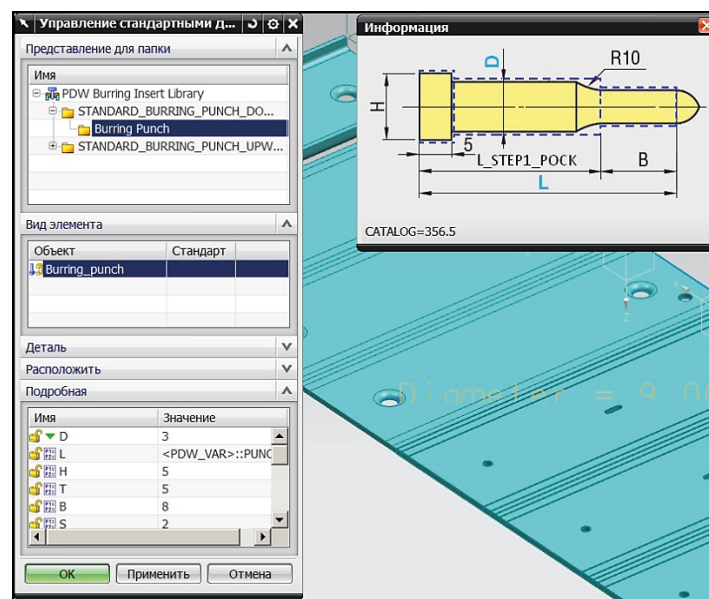

Рис. 10.18. Выбор стандартного пуансона
- Выберите пуансон из библиотеки стандартных деталей. Нажмите кнопку **Выбрать стандартную заготовку**. При нажатии открывается окно диалога **Управление стандартными деталями**. Выберите каталог стандартных деталей *STANDARD\_BURRING\_PUNCH\_DOWNWARD* (каталог стандартных пуансонов для отбортовки, направленной вниз). Каталог содержит единственную классификацию *Burring Punch* (пуансон для пробивки). В разделе **Вид элемента** выберите модель пуансона *Burring\_punch* (рис. 10.18).